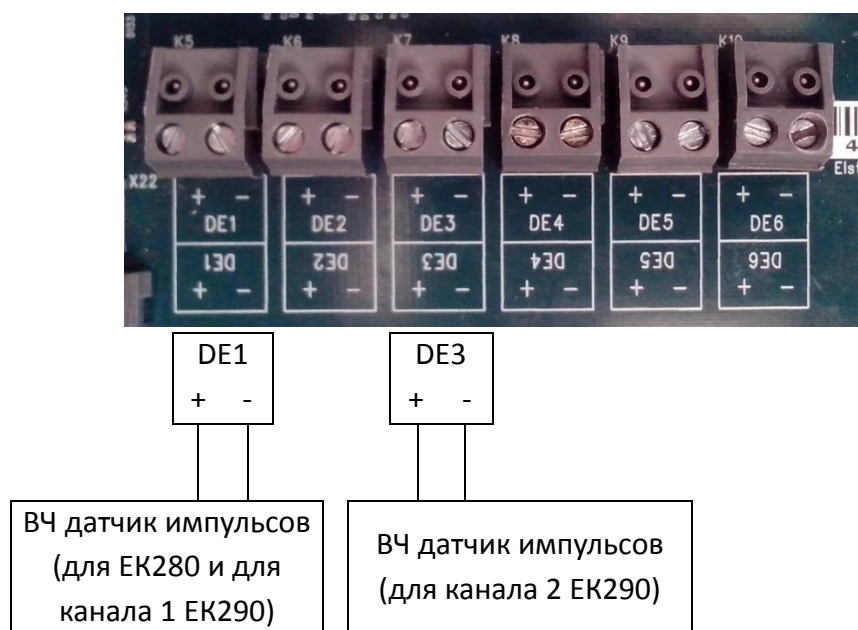

Рисунок 3
- Датчики импульсов от счетчиков газа подключаются (рисунок 3):